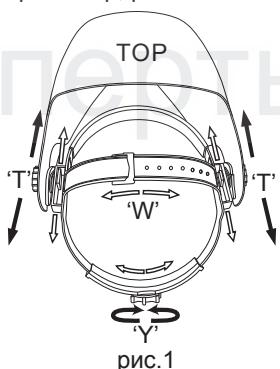

рис.1
- Длину окружности оголовья можно увеличить или уменьшить, вращая ручку с нажатием на затылочной части оголовья. (см. «Y» на рис.1) Данная процедура выполняется при надетой сварочной маске и позволяет получить натяжение, необходимое для надёжной фиксации сварочной маски на голове.
- Если наголовник сидит на голове слишком высоко или слишком низко, отрегулируйте ремень, который проходит через макушку. Для этого ослабьте конец ремня, выдавив стопорный штифт из отверстия в ремне. Переместите две части ремня относительно друг друга на требуемую длину и вставьте стопорный штифт в ближайшее отверстие (см. «W» на рис.1).
- Ослабьте гайки-фиксаторы (см. «T» на рис.1) и двигайте маску к или от вашего лица. Убедитесь, что расстояния между обими глазами и светофильтром одинаковые, чтобы избежать неравномерного затемнения светофильтра.